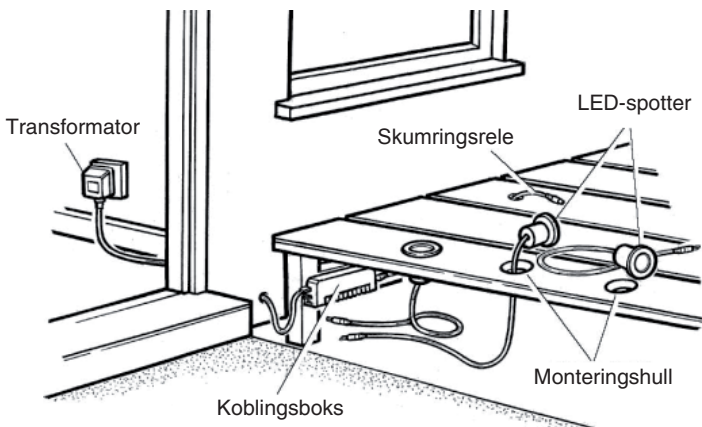

Fig. 1
En vanlig type installasjon vises på Fig. 1.
4. Sett inn LED-spottens tilkoblingskabel gjennom de borede monteringshullene (se fig. 1).